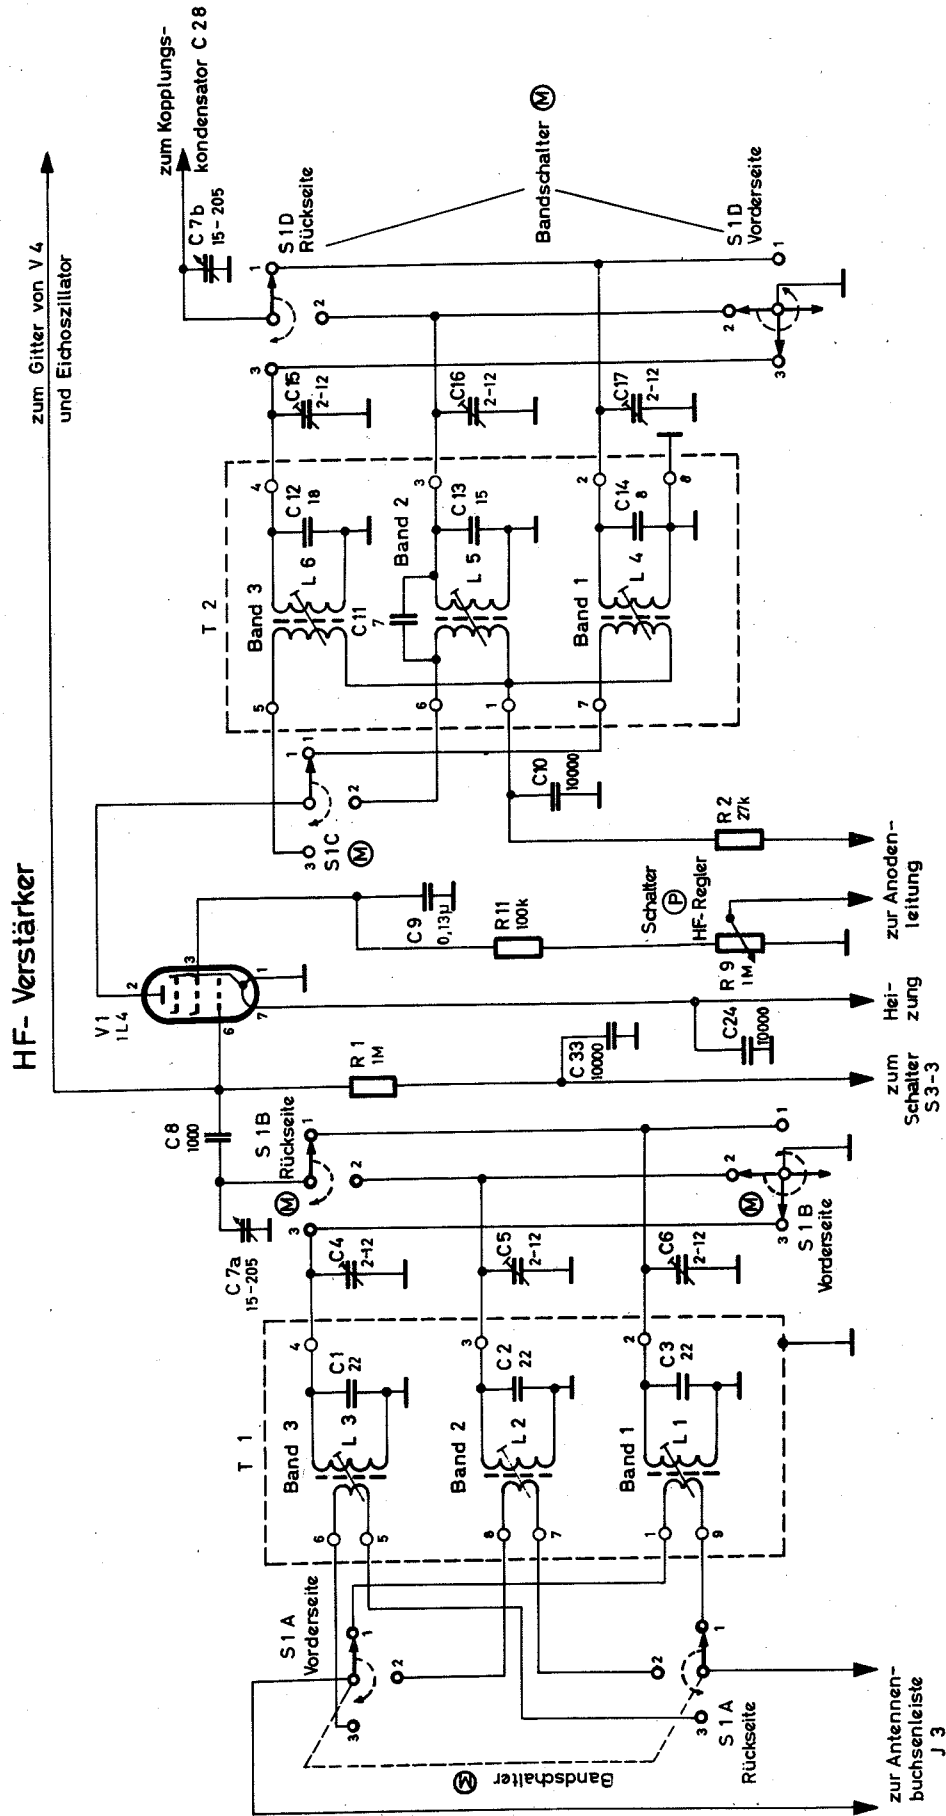

Bild 55 HF-Verstärker, schematische Darstellung
5.1.3 Hochfrequenzverstärker, Röhre V 1 (Bild 55)